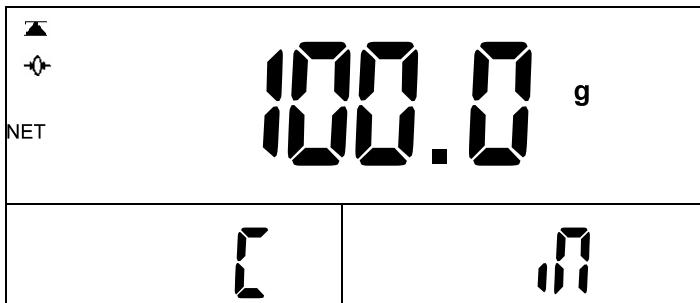

图 38
b. 按**扣重**键显示第二屏如图 38 (数量窗口显示**存储皮重**、重量窗口**报警类型**、单重窗口显示**报警模式**)